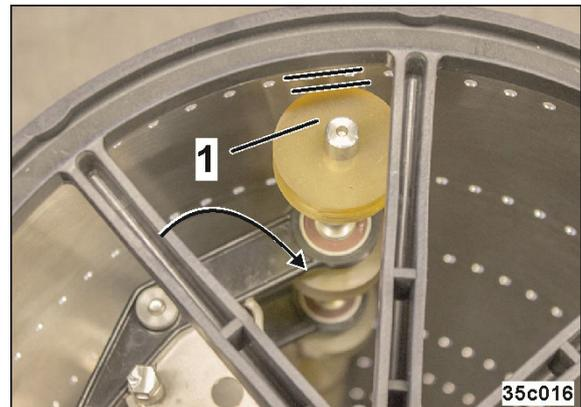

Fig. 330
4. Betätigungshebel (Fig. 327/2) sind halbseitig zur Drehachse geschwenkt, Lochbedeckungsrollen haben Abstand zur Vereinzelungstrommel (Fig. 330/1).